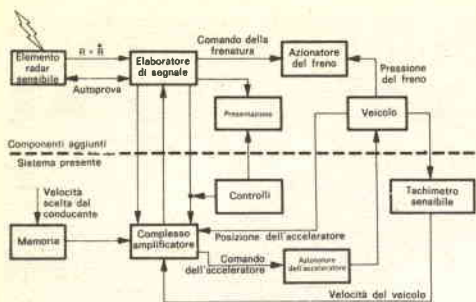

Fig. 1 - Il sistema adattevole Bendix per il controllo della velocità e il controllo della frenatura.
**CONTROLLO SU STRADA** - Il sistema ASC Bendix è un'aggiunta al sistema automatico elettronico per il controllo della velocità della stessa ditta. Nella *fig. 1*, i componenti sotto la linea tratteggiata fanno parte del controllo di velocità, e quelli sopra la linea tratteggiata compongono il controllo automatico su strada. Il conducente aziona il sistema premendo un pulsante già predisposto. Il sistema memorizza la velocità prescelta ed aziona l'ac-
indicare la percentuale d'umidità. Tuttavia, poiché i sali presentano alla corrente continua un certo tipo di polarizzazione che si manifesta come una variazione continua di resistenza, nel circuito è necessaria la corrente alternata (ved. *fig. 1*).
**FUNZIONAMENTO DEL CIRCUITO** - Il transistor  $Q1$  ed i relativi componenti sono montati come oscillatore a doppio T. Con i valori specificati nella *fig. 1*, la frequenza è di circa 400 Hz. L'uscita prelevata dall'emettitore di  $Q1$  fornisce al ponte il segnale alternato. Lo strumento viene alimentato durante le semionde positive. I due controlli variabili ( $R5$  e  $R6$ ) vengono usati per regolare le due estremità della scala dello strumento.
Fig. 1 Il circuito oscillatore a doppio T (Q1) fornisce la corrente di depolarizzazione per l'elemento sensibile che forma un braccio del circuito a ponte. Q2 aziona lo strumento.